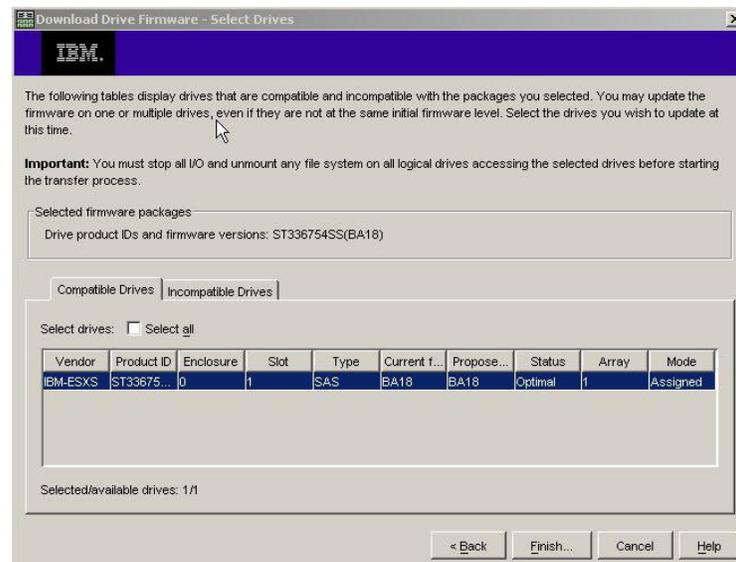

Figura 25. ventana Select Drive
8. En la ventana Select Drive (que se muestra en la Figura 25), pulsa la pestaña **Compatible Drives**. La página Compatible Drives contiene una lista de las unidades que son compatibles con los tipos de paquetes de firmware que ha seleccionado. Pulse y mantenga pulsada la tecla Control mientras utiliza el ratón para seleccionar individualmente varias unidades o bien pulse y mantenga pulsada la tecla de desplazamiento mientras utiliza el ratón para seleccionar varias unidades seguidas. El firmware compatible que ha seleccionado en los pasos 4 en la página 102 y 5 en la página 102 se descargará en las unidades que seleccione.